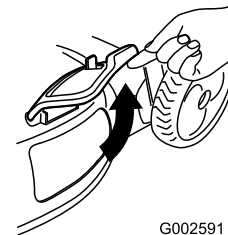

Figure 26
2. Lift open the side discharge door (Figure 26).